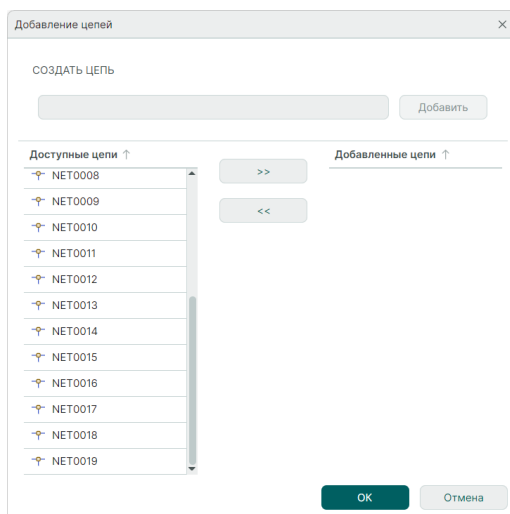

Рис. 172 Окно «Добавление цепей»
1) В окне редактора цепей шины в режиме «Список» нажмите кнопку «Добавление цепей». Откроется окно «Добавление цепей», см. Рис. 172.